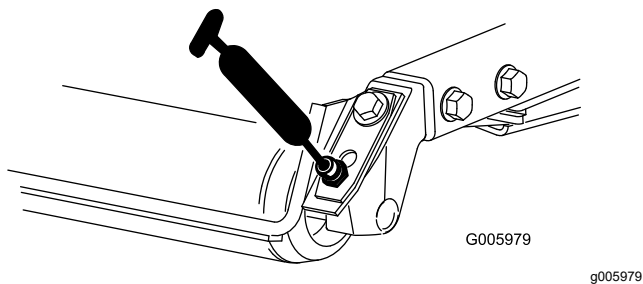

Figura 48
- Cojinetes de los rodillos traseros (2 por unidad de corte) tal y como se muestra en la Figura 48